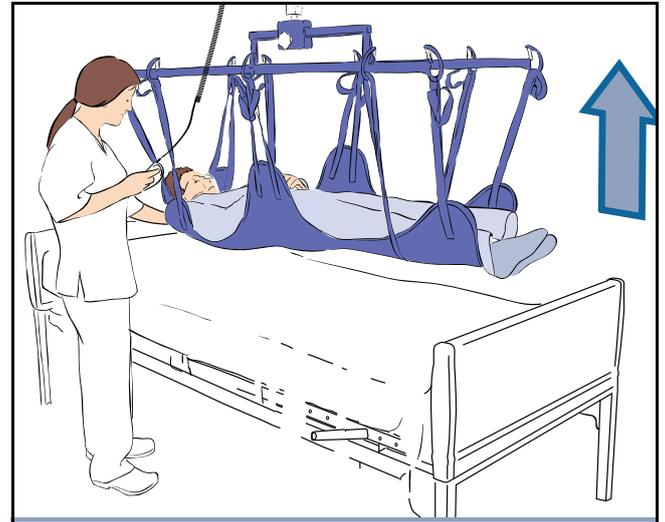

Fig. 14
- 8) Sollevare il paziente e allontanarlo dal letto (vedere Fig. 14).